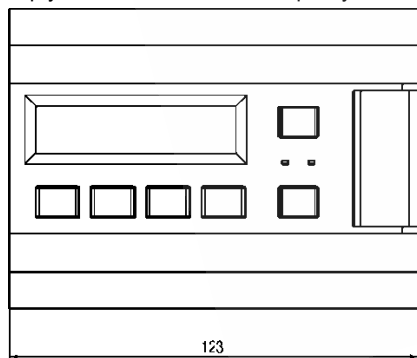

Рисунок 1
- 1. Производится подготовка на DIN-рейке места для установки прибора с-учетом размеров корпуса (см. рисунок 1);